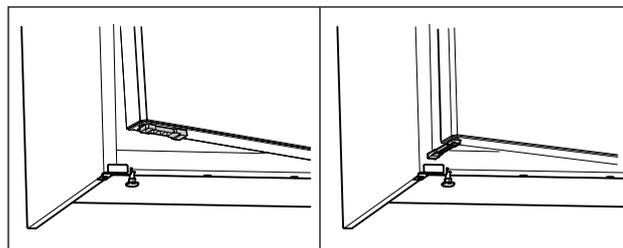

Fig. 56 \*
- ▶ Rotiți limitatorul de deschidere a ușii cu 90°. (vezi Fig. 56) \*